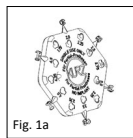

Fig. 1a
■ **Fig. 1a, 1b/2** El Sizer Disk (Fig. 1a, 1b) para prótesis parciales posee seis calibradores (Sizer) individuales de diferente longitud (2,0-4,5 mm) dispuestos perimetralmente. En el reverso de cada calibrador se indica la correspondiente longitud (Fig. 2). Las muescas y orificios sirven para reducir el peso y mejorar la visión durante la medición en el oído medio.